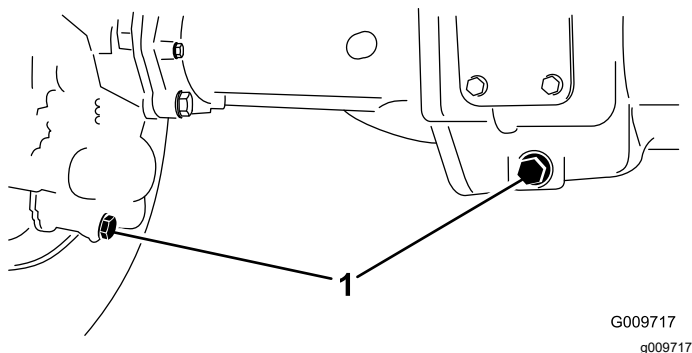

Figura 110
2. Limpe a zona em redor dos 3 tampões de escoamento, 1 em cada extremidade e 1 no centro (Figura 110).